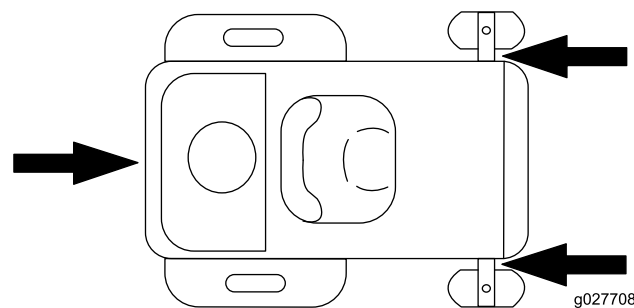

Figura 23
5. Amarre la máquina junto a las ruedas giratorias delanteras y el guardabarros trasero (Figura 23).